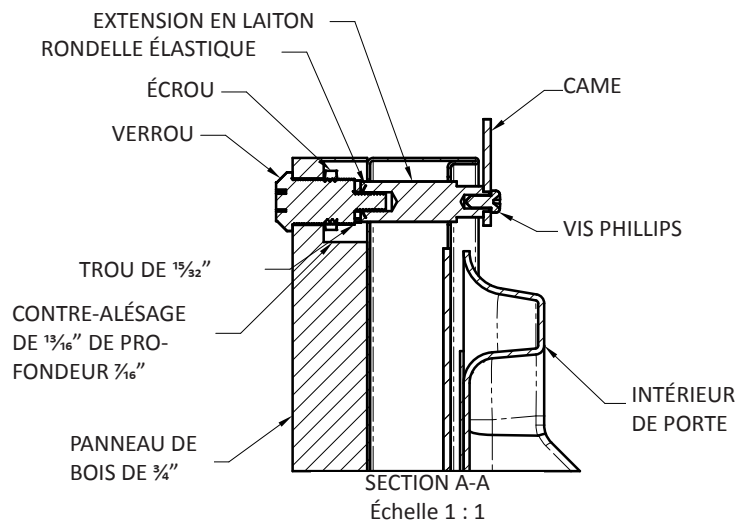

Figure 10
Localisez et marquez avec un crayon l'emplacement du trou de verrouillage sur le panneau de revêtement, c'est le trou dans l'angle supérieur du côté de la poignée de la porte. Enlevez le dispositif de maintien et enlevez le panneau de revêtement de la porte. Sur la face arrière du panneau où vous avez marqué l'emplacement de verrouillage, percez un contre-alésage de $\frac{3}{16}$ " (11,0 mm) de profondeur dans le panneau de revêtement. Percez un trou de diamètre $\frac{1}{2}$ " (12,0 mm) dans le panneau de revêtement au milieu de ce contre-alésage en prenant soin de ne pas faire éclater le bois sur la face avant du panneau (Voir la Figure 10).
Deux (2) extensions de verrouillage sont fournies avec le verrou. Utilisez l'extension la plus longue pour un panneau de revêtement d'épaisseur $\frac{3}{4}$ " et la plus courte pour un panneau d'épaisseur $\frac{5}{8}$ ". Assemblez l'extension de verrouillage, une rondelle d'arrêt de came, une rondelle élastique et une vis de fixation sur le verrou comme montré aux Figures 10 et 11. Installez cet ensemble sur le panneau de revêtement avec l'écrou de maintien en utilisant une douille de 15 mm. Assurez-vous que la fente en trou de serrure du verrou est verticale.